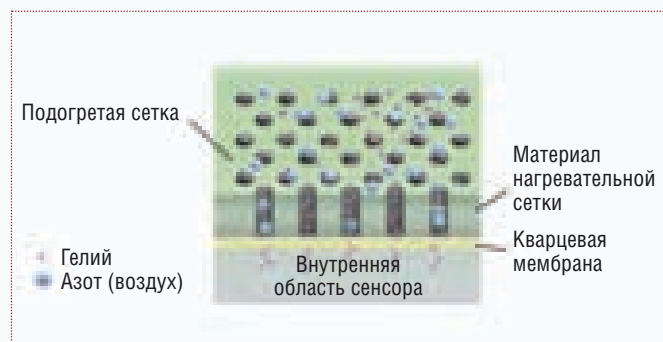

Рис. 4. Принцип работы сенсора Wise Technology™
- определение концентрации гелия путем измерения прироста давления в замкнутой области (рис. 4).